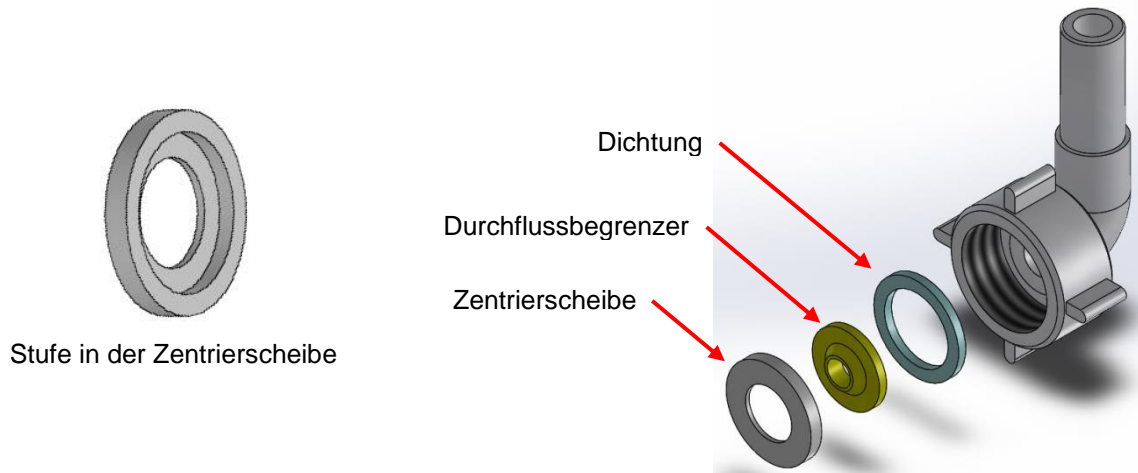

Abb. 7: Einsetzen von Zentrierscheibe und Durchflussbegrenzer
- ◆ Setzen Sie in den Zulaufschlauch für Permeat und VE-Wasser der RDGs 2 und 3 eine Zentrierscheibe und einen Durchflussbegrenzer gelb = 9 L/min ein (siehe Abb. 7:). Der Durchflussbegrenzer wird durch die Stufe der Zentrierscheibe fixiert.